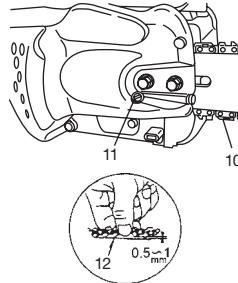

Fig. 5
- Levantar el extremo de la barra y apretar la cadena (10) girando el tornillo de ajuste de tensión (11) en el sentido de las agujas del reloj. Para comprobar la tensión correcta se levantará ligeramente el centro de la cadena, debiendo existir un juego de alrededor de 0,5 - 1,0mm entre la barra y el borde del eslabón impulsor (12). (Fig. 5, 6)